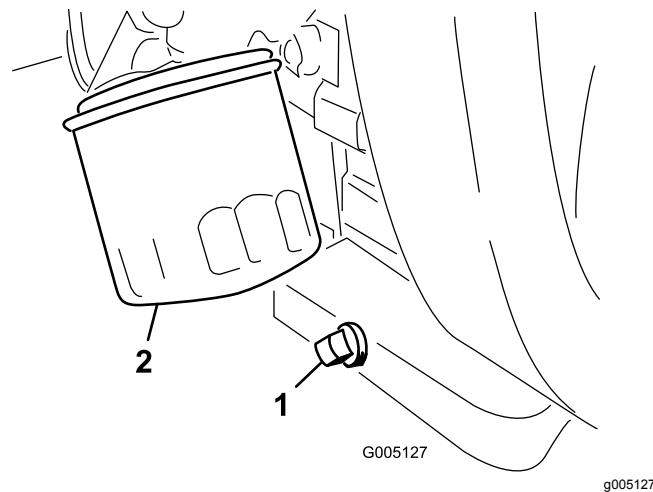

Figura 42
1. Retire o tampão de escoamento (Figura 42) e deixe o óleo escorrer para um recipiente adequado.
2. Limpe os roscados do tampão de escoamento, aplique vedante PTFE e coloque o tampão de escoamento (Figura 42).
3. Retire o filtro do óleo (Figura 42).